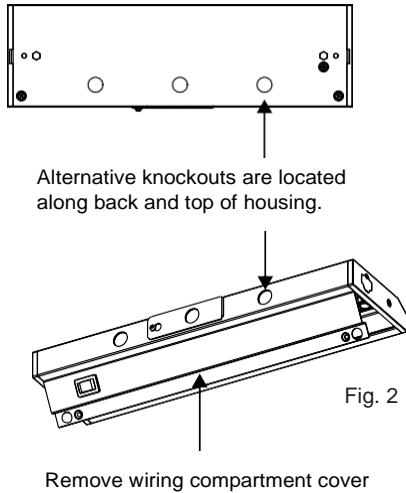

Fig. 2
**B) Alternative knockouts (Fig. 2)**